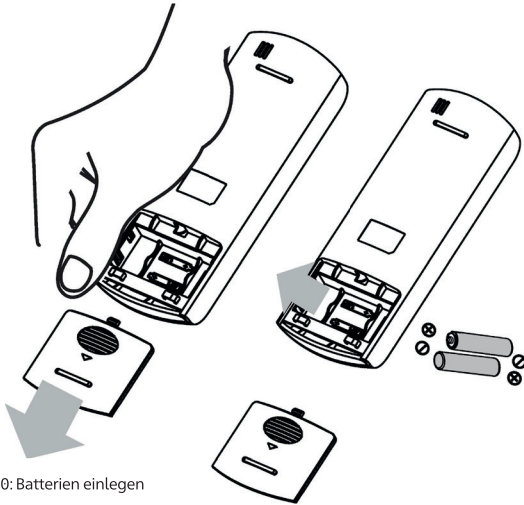

Abb. 20: Batterien einlegen
- » Schieben Sie die Abdeckung der Fernbedienung nach unten (Abb.20)